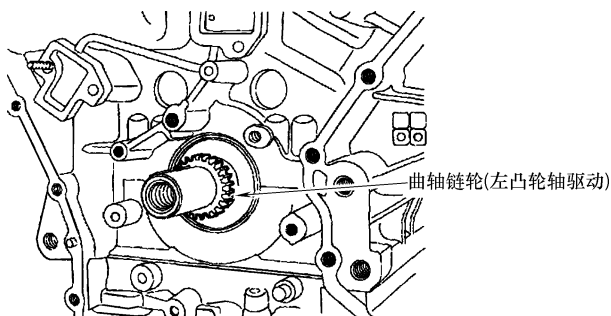

图 29-44 安装曲轴链轮（左凸轮轴驱动）
3) 安装曲轴链轮 (左凸轮轴驱动), 如图 29-44 所示。